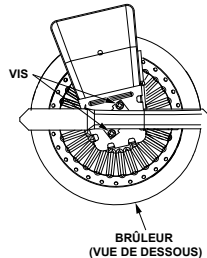

FIGURE 25.
1. Pour enlever le brûleur, retirer les deux (2) vis situées en dessous.
2. Vérifier si le brûleur est sale ou obstrué. Celui-ci peut être nettoyé à l'eau chaude savonneuse (Figure 25).